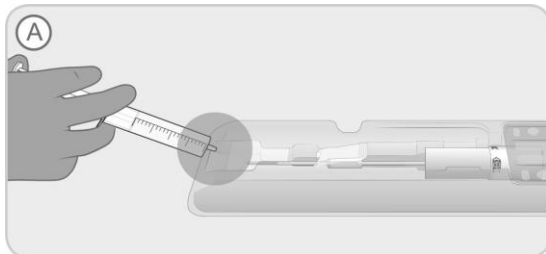

Abbildung 2. Füllen der Schalenmulde mit nicht heparinisierter Kochsalzlösung.
- A. Die Schale flach im sterilen Vorbereitungsbereich ablegen und die Mulde am Ende der Schale (auf der Schale mit „A“ bezeichnet) mit steriler, nicht heparinisierter Kochsalzlösung (circa 20 cm3) füllen, um das Implantat einzutauchen (siehe Abbildung 2).